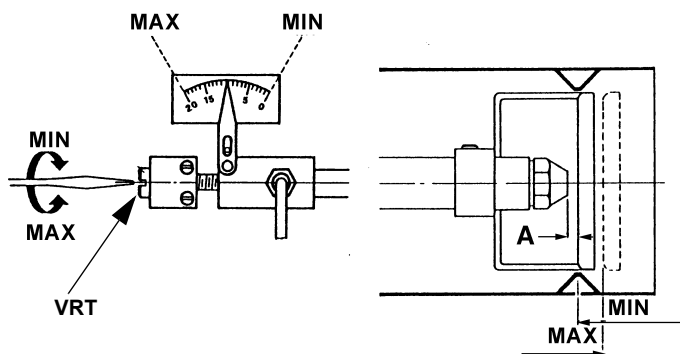

Fig. 11
- 5 Purgue el aire de la conexión del manómetro M de la bomba (P), aflojando ligeramente el tapón, sin quitarlo (Fig. 11)